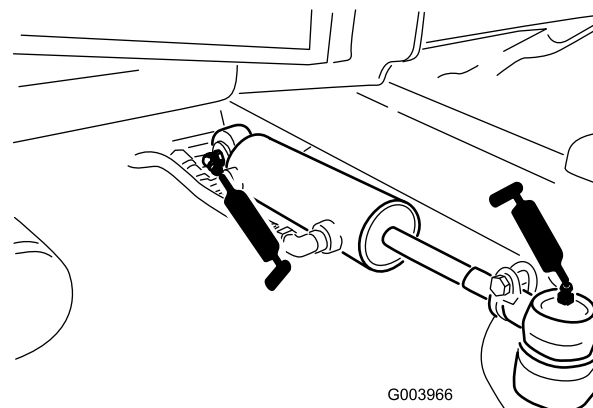

Figura 52
- Rótulas do cilindro de direção (2) (Figura 52)